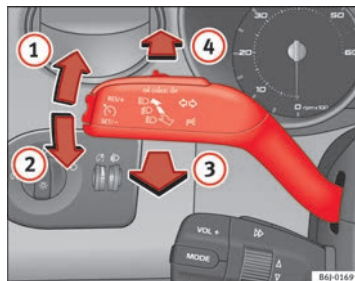

Fig. 60 Levier des clignotants et des feux de route
- Levez le levier jusqu'en butée ➡ fig. 60 ① pour actionner les clignotants **droits** ou abaissez-le jusqu'en butée ② pour actionner les clignotants **gauches**.
- Déplacez le levier vers l'avant $\Rightarrow$ fig. 60  pour allumer les feux de route.